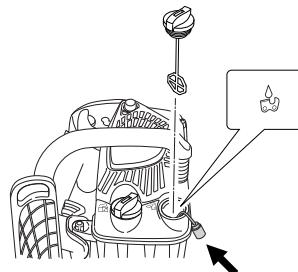

Fig. 38
**Nettoyage du filtre à huile de chaîne (Fig. 38)**